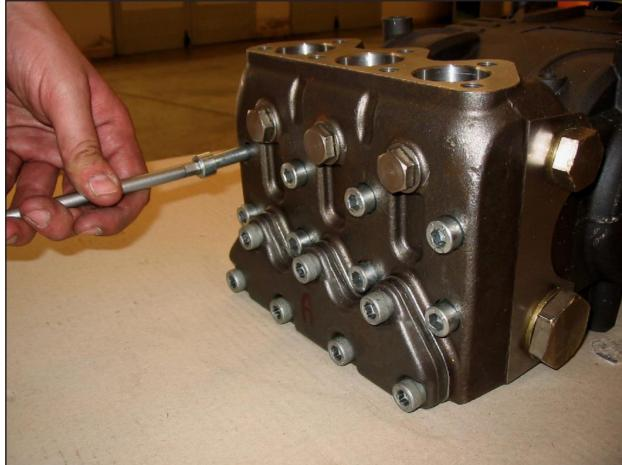

Рис. 20
- А) Открутите крепежные винты торца M10x110, как показано на Рис. 20.